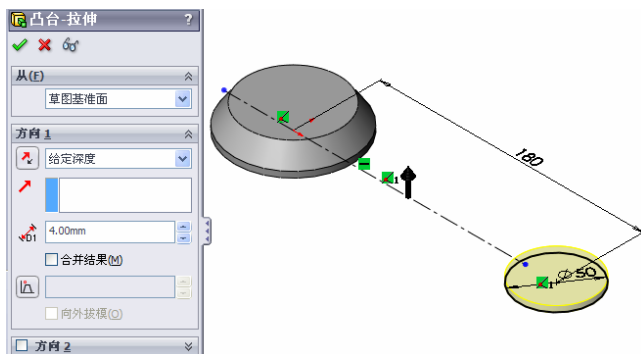

图 4-111 连杆小端拉伸特征
⑩ 绘制中心线。单击“草图”工具栏中的“中心线”按钮，过坐标原点绘制一条水平中心线。
⑪ 绘制圆。单击“草图”工具栏中的“圆”按钮，绘制一个圆心在中心线上，直径为 50mm 的圆，圆心到坐标原点的距离为 180mm。
⑫ 拉伸形成实体。单击“特征”工具栏上的“拉伸基体/凸台”按钮，设定拉伸的终止条件为“给定深度”，在微调框中设置拉伸深度为 4mm，保持其他选项的系统默认值不变，如图 4-111 所示。单击“确定”按钮，从而生成连杆小端拉伸特征。